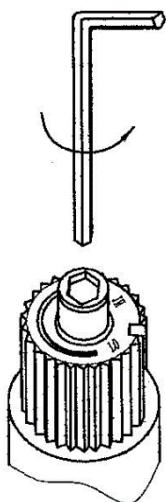

Figure 2
11. Retirez la vis centrale en la tournant dans le sens antihoraire au moyen d'une clé hexagonale 5/32 po ou 4 mm. Voir *Figure 2*